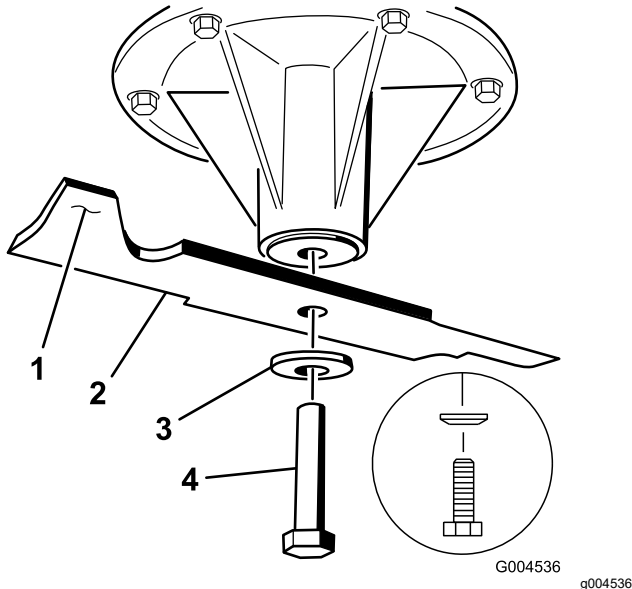

Figura 74
2. Retire del eje el perno de la cuchilla, la arandela curva y la cuchilla (Figura 74).